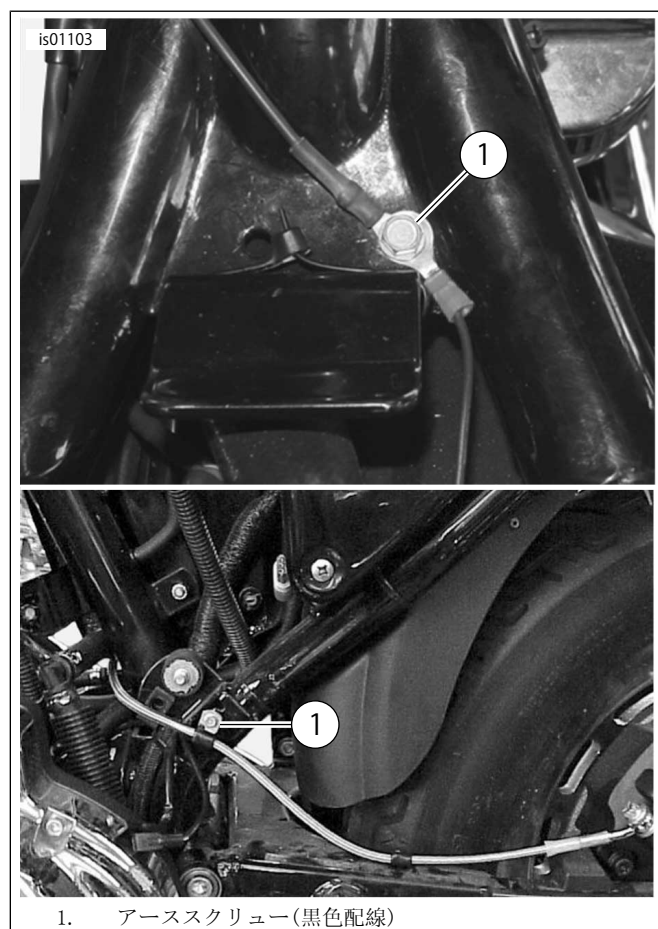

図4。アース接続部(スポーツスターモデル)
3. 「図4」を参照してください。以下の場所にあるアーススクリュー(1)を取り外します: